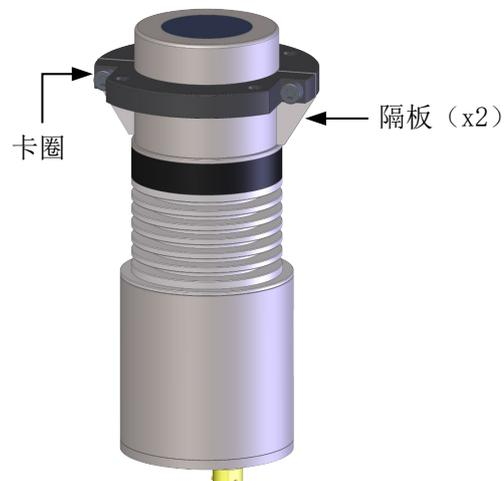

图23: 卡圈（嵌装）
3. 确保隔板已接触到传感器脊线（图 23）。拧紧卡圈的螺丝，将卡圈固定到位